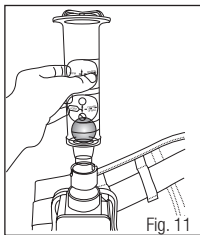
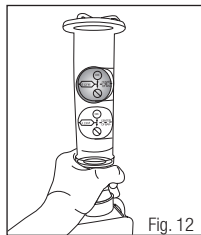

Fig. 11
Fig. 12
- c. V-199 - insira na extremidade do adaptador (Fig. 11) e segure verticalmente usando o polegar e o indicador para cobrir as duas entradas para travamento da traquéia no conector (Fig. 12).
7. Para cobertura faciais sem vedação, a esfera deverá estar posicionada dentro ou acima da marca de teste de fluxo do capacete e capuz (6 cfm, (120 lpm), (Fig. 12).